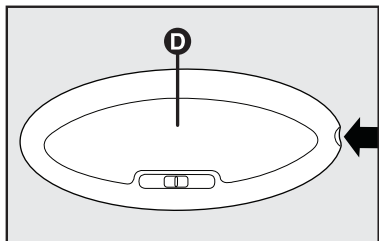
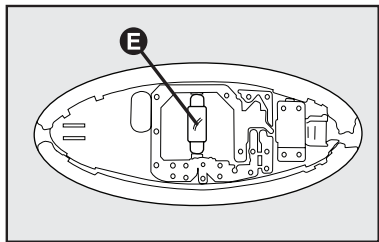

fig. 32
fig. 33
## CONJUNTO DE LUZ INTERNA TRASERA - fig. 32 y fig. 33
- recolque el plafón **D-fig. 32** en su alojamiento, comprobando el bloqueo.